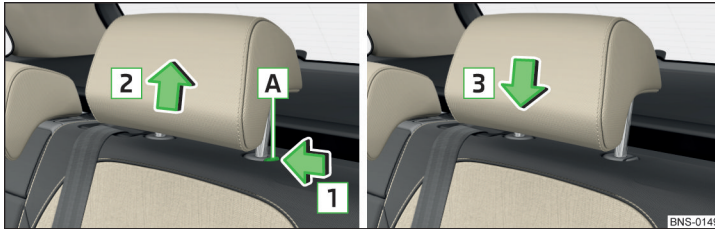

Abb. 101 Kopfstütze der zweiten Sitzreihe herausnehmen/einsetzen
- › Die Sicherungstaste **A** in Pfeilrichtung **1** halten und die Stütze in Pfeilrichtung **2** herausnehmen » Abb. 101.